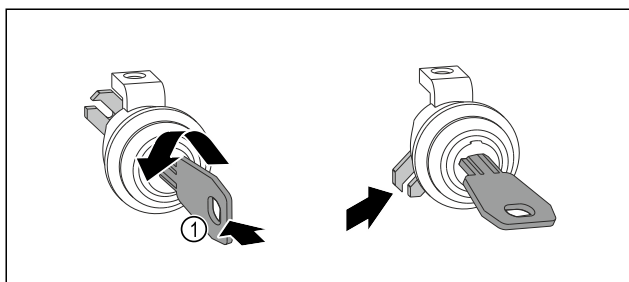

Fig. 14
- Insérer la clé Fig. 14 (1) et la tourner.